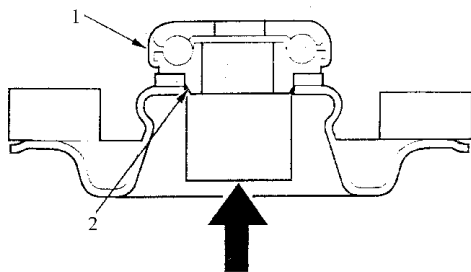

图 6-38 利用合适的附件压出轴承
2) 释放支柱式弹簧压缩装置的压力, 然后, 按照分解图来分解减振器。要从弹簧座上拆卸轴承, 如图 6-38 所示, 应在轴承的树脂部分连接一个合适的附件, 并慢慢地进行推压, 将轴承压出。